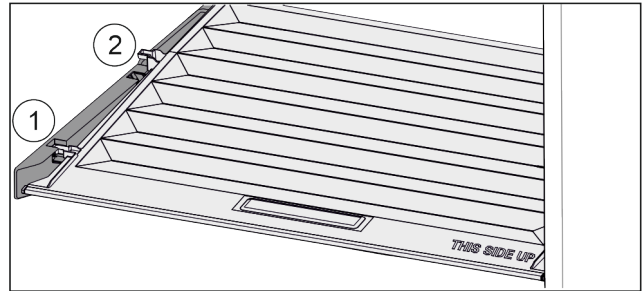

Fig. 28
- ▶ Deckel bis zur Öffnung in den Halteteilen nach vorne ziehen Fig. 28 (1).
- ▶ Hinten von unten anheben und nach oben wegnehmen Fig. 28 (2).